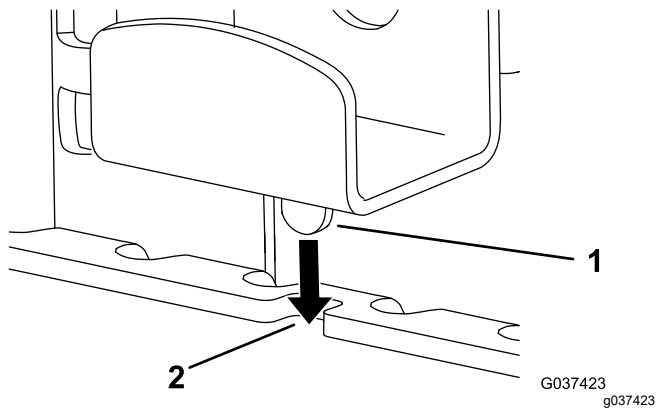

Рисунок 19
2. Ослабте руків'я та опустіть верхній кронштейн, слідкуючі, щоб виступ попав у отвір на шарнірному кронштейні (Рисунок 19).